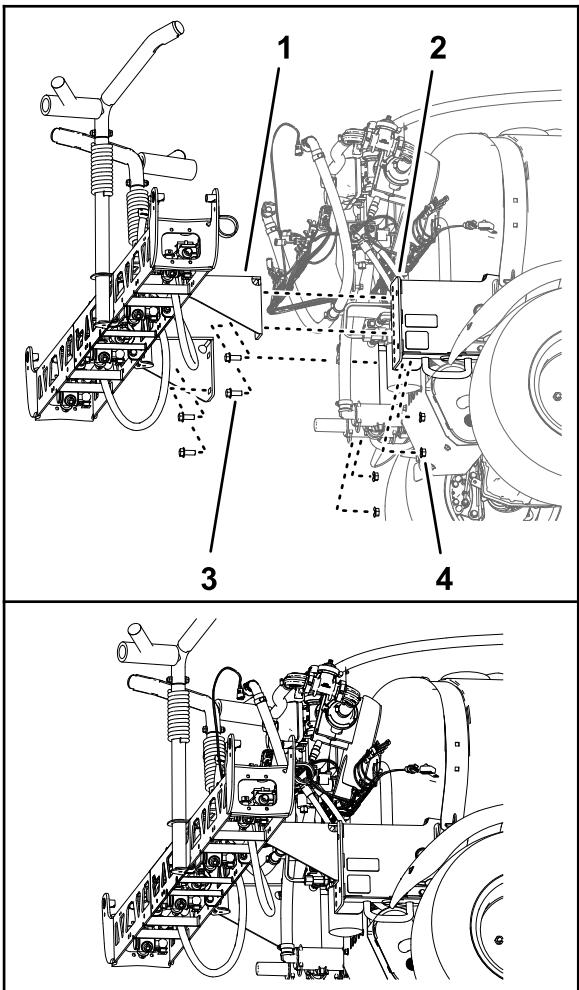

图95
- 使用具备指定提升能力的提升设备提起中间喷洒段将其支撑托架中的孔图95与在拆卸中间喷洒段\(页码21\)的步骤3中确定的机器机架安装板中的孔对齐。
- 使用在拆卸中间喷洒段\(页码21\)的步骤4中卸下的4个凸缘头螺栓 $\frac{1}{2} \times 1\frac{1}{4}$ 英寸和4个凸缘锁紧螺母 $\frac{1}{2}$ 英寸将中间喷洒段安装到安装槽图95。